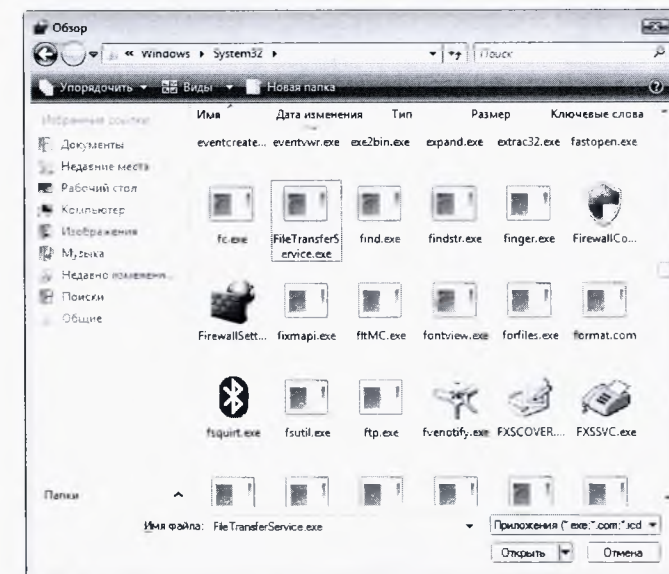

Рис. 113
7. В диалоговом окне «Обзор» (рис. 113) найдите файл C:\Windows\System32\FileTransferService.exe и нажмите кнопку «Открыть».